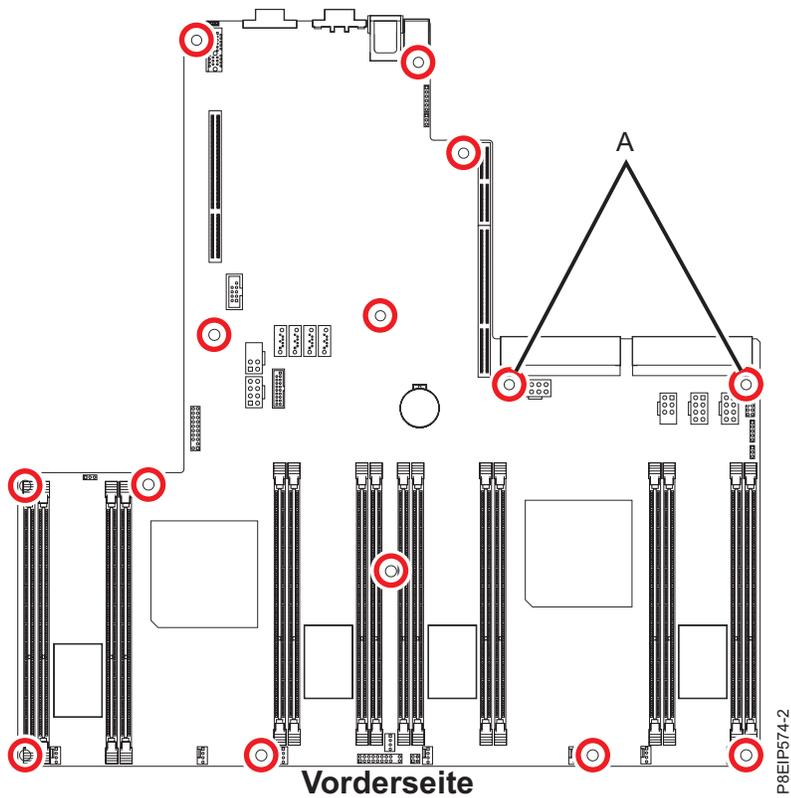

Abbildung 49. Schraubenpositionen. Die zwei Schrauben an Position **(A)** sind schwarz und etwas länger.
10. Entfernen Sie die 14 Schrauben von der Systemrückwandplatte. Die Schraubenpositionen werden in Abb. 49 auf Seite 48 dargestellt.